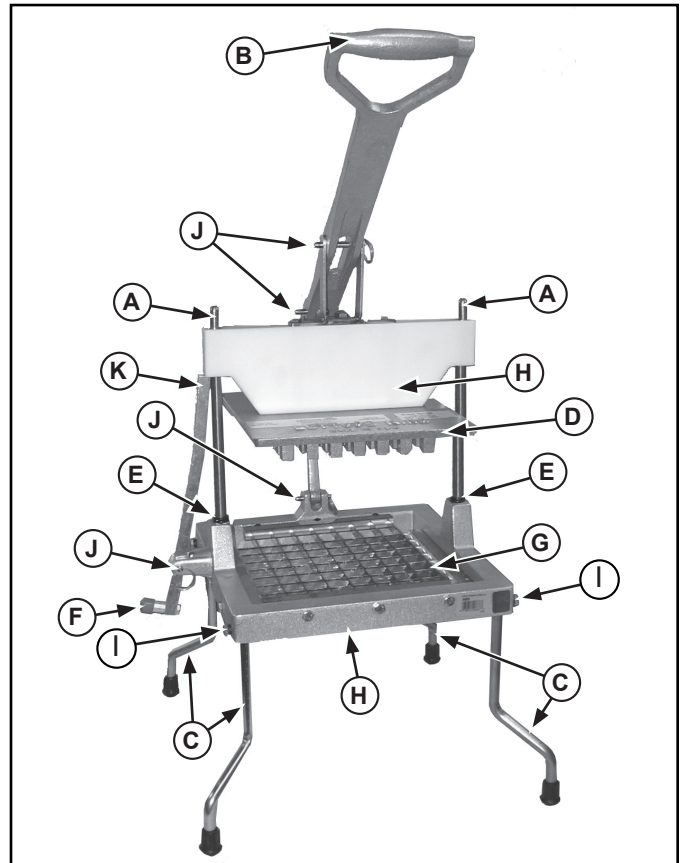

Figura 2. Características y controles, Lettuce King IV.
- Fije las patas (C) en los orificios del conjunto de la base (D) de modo que la parte angular de la pata quede orientada hacia afuera. Consulte la Figura 2.
- Afiance las patas (C) al conjunto de la base (D) con los tornillos (A) y las arandelas (B). Consulte la Figura 2.
Lettuce King IV: Sujete el mango (B), retire la mano de área del conjunto de hojas y colóquela en la palanca de traba (F). Oprima la palanca de traba (F) para liberar el brazo de traba del cabezal de empuje (D). Consulte la Figura 2.
4. Retire los tornillos que sostienen el conjunto de hojas (I). Retire y deseche cuidadosamente los conjuntos de hojas. Consulte la Figura 2.
5. Examine el cabezal de empuje (D). Si están mellados o presentan rebabas, alise los bordes ásperos con una lima plana pequeña.
6. Verifique que las protecciones de las hojas (BB) estén instaladas en el conjunto de hojas (DD y CC). Consulte la vista detallada de la unidad Lettuce King IV.
7. Coloque el conjunto de hojas inferior (CC) en el bastidor (H) de modo que quede correctamente ubicado con el lado filoso hacia arriba.
8. Instale los tornillos en el lado izquierdo del conjunto de hojas (CC). Apriételos hasta que hagan contacto con el bastidor (H). Gire el tornillo hasta que quede apretado, sin exceder el 1/2 giro o los 0.5 kg. metros (40 pulg. lbs.)
9. Coloque la arandela de goma entre el bastidor derecho (H) y el conjunto de hojas (CC). Introduzca los tornillos por el bastidor y la arandela de goma en el conjunto de hojas. Gire el tornillo hasta que quede apretado, sin exceder el 1/2 de giro o los 0.5 kg. metros (40 pulg. lbs.)
10. Coloque el conjunto de hojas superior (DD) en el bastidor (H) de modo que quede correctamente ubicado con el lado filoso hacia arriba.
11. Instale los tornillos en el lado delantero del conjunto de hojas (DD). Apriételos hasta que hagan contacto con el bastidor (H). Gire el tornillo hasta que quede apretado, sin exceder el 1/2 giro o los 0.5 kg. metros (40 pulg. lbs.)
12. Coloque la arandela de goma entre el bastidor posterior (H) y el conjunto de hojas (DD). Introduzca los tornillos por el bastidor y la arandela de goma en el conjunto de hojas. Gire el tornillo hasta que quede apretado, sin exceder el 1/2 giro o los 0.5 kg. metros (40 pulg. lbs.)